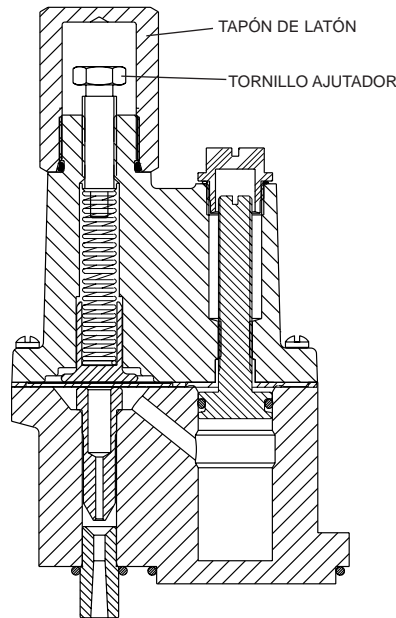

Figura 3.10 Presostato
1. Retire el tapón de latón (Figura 3.10).
2. Gire hacia abajo el tornillo ajustador (figura 3.10). Apriete el tornillo en sentido de las agujas del reloj para aumentar la presión. Cuando el tornillo ajustador se encuentre completamente abajo, el alivio de presión es aproximadamente de 40 psi (276 Kpa) a 45 psi (310 Kpa). El tornillo en posición completa hacia arriba resultará en presión entre 0 psi (0Kp) y 3 psi (20 Kpa).